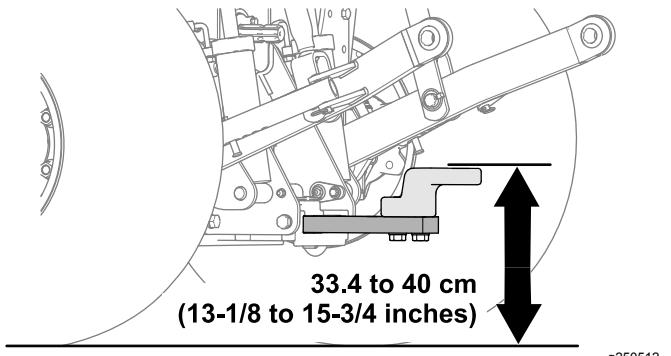

Figura 21
- Altezza operativa: da 33,4 a 40 cm; fate riferimento a Figura 21.